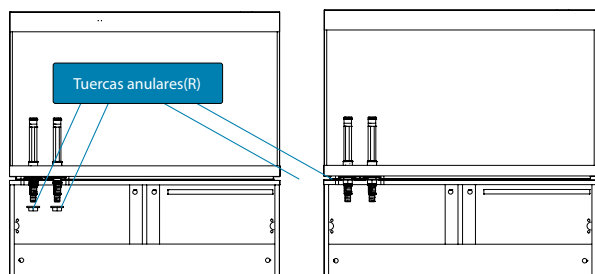
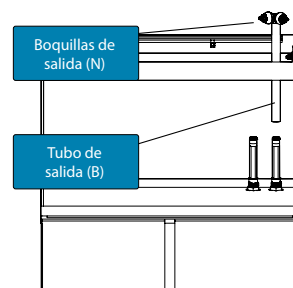

Fig. 3
Fig. 4
3. Abre el armario. Enrosca y ajusta la tuerca anular (R) en el extremo inferior del tubo (A) (Fig. 3).
4. Inserta la boquilla de salida (N) en uno de los extremos del tubo de salida (B).
5. Inserta el tubo de salida (B) en el tubo de conexión (A) (Fig. 4).
6. Regula la altura de las boquillas de salida según sea necesario; para ello, desliza el tubo de salida (B) a lo largo del tubo de conexión (A).
7. Las boquillas de salida (N) pueden girarse con facilidad para desviar el flujo de agua al lugar que desees.
3. Abre el armario. Enrosca y ajusta la tuerca anular (R) en el extremo inferior del segundo tubo (A) (Fig. 3).